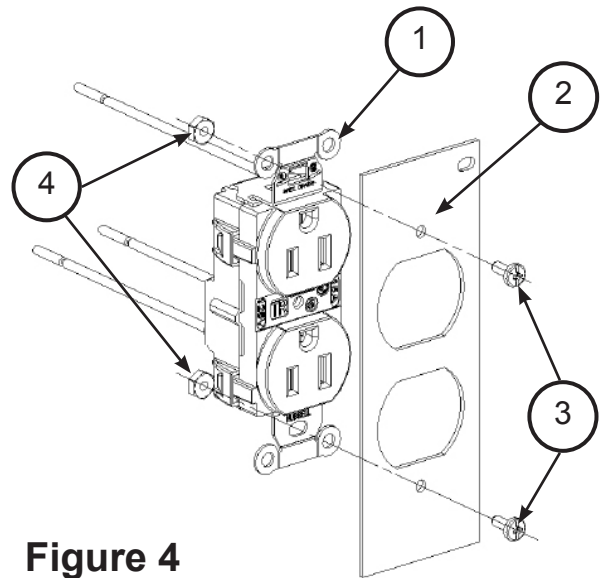

Figure 4
2. N° de catalogue FB10MPDUP. (Voir la Fig. 4.)